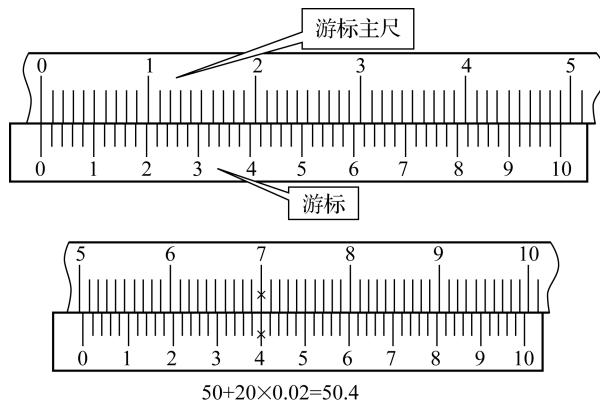

图 1-3 0.02 mm 游标卡尺的刻线原理与读数方法
0.02 mm 游标卡尺的读数方法与 0.05 mm 游标卡尺的读数方法一样, 如图 1-3 所示。